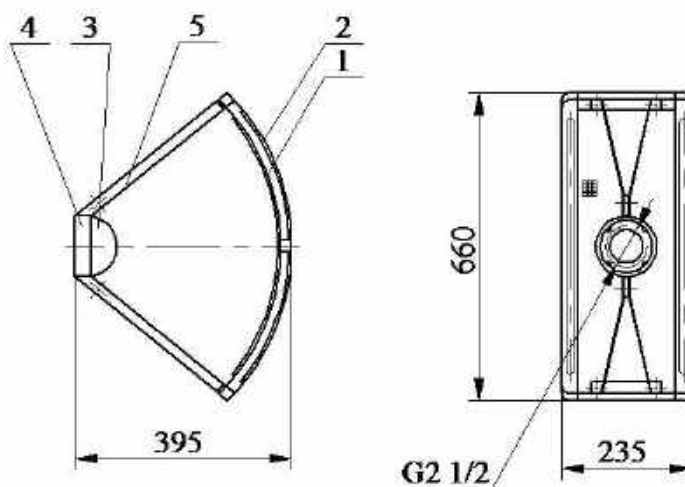

Рисунок 1 – Общий вид генератора
4.1 Генератор (рисунок 1) состоит из распылителя 3 и полукруглых сеточных кассет 1 и 2, прикреплённых к кронштейну 4 спицами 5.